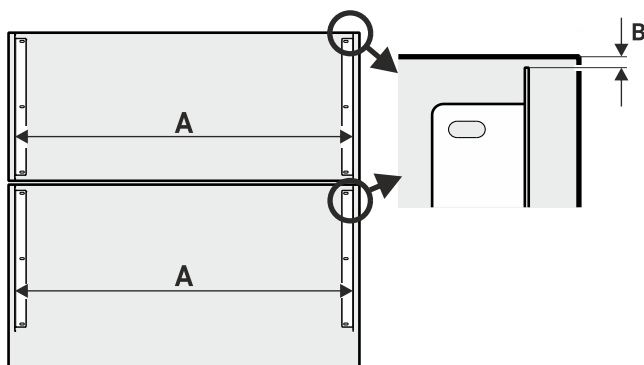

Fig. 42
- Uzstādiet stiprinājuma leņķi, ņemot vērā atstatumu Fig. 42 (A) un atstatumu Fig. 42 (B).